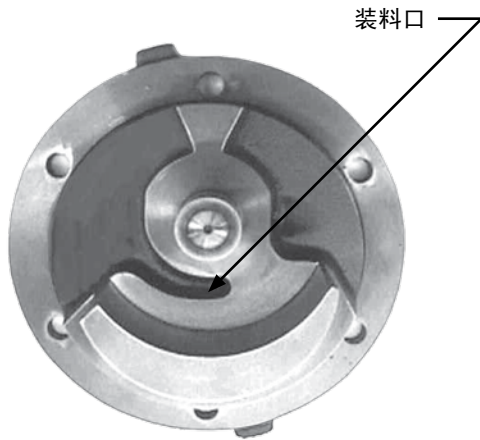

图3
参见图3由于顶部有装料口、因此 Viking 4076/4176 水泵 会按照一定方向旋转。如需改变旋转方向、须替换顶部与销组件、还须反转减压阀、调整螺帽始终指向水泵的吸入侧。标准旋转方向为顺时针方向、由轴端处可见。
8. **KE 与 KKE 水泵：**用油脂填充球轴承并将其推入或压入轴承箱。参见第3页图3。